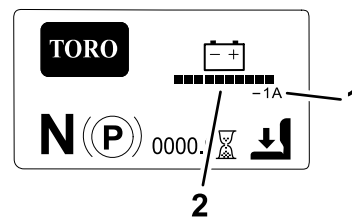

Figure 21
- **Écran d'information principal (Figure 21)** : affiche les données actuelles de la machine quand la clé est à la position CONTACT. Cet écran affiche le niveau de charge et l'intensité du système de batteries.